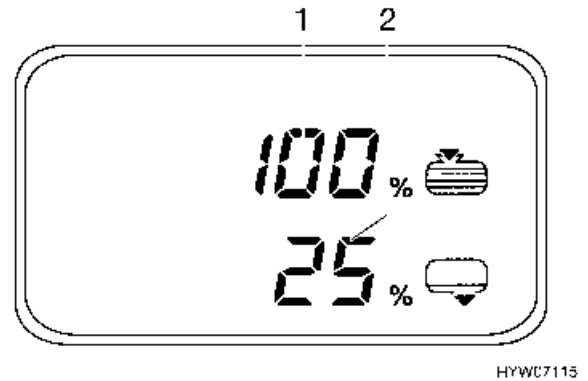

Bild 59 Tank-Menü
- Taste (Bild 55,9) drücken: das Tank-Menü (Bild 59) erscheint.
Das Grund-Menü erscheint und die Symbole (Bild 56,5, 10 oder 11) blinken, wenn der Wassertank leer oder der Abwassertank voll ist. Zusätzlich blinkt im Tank-Menü die entsprechende Prozentangabe (Bild 59,1 oder 2).